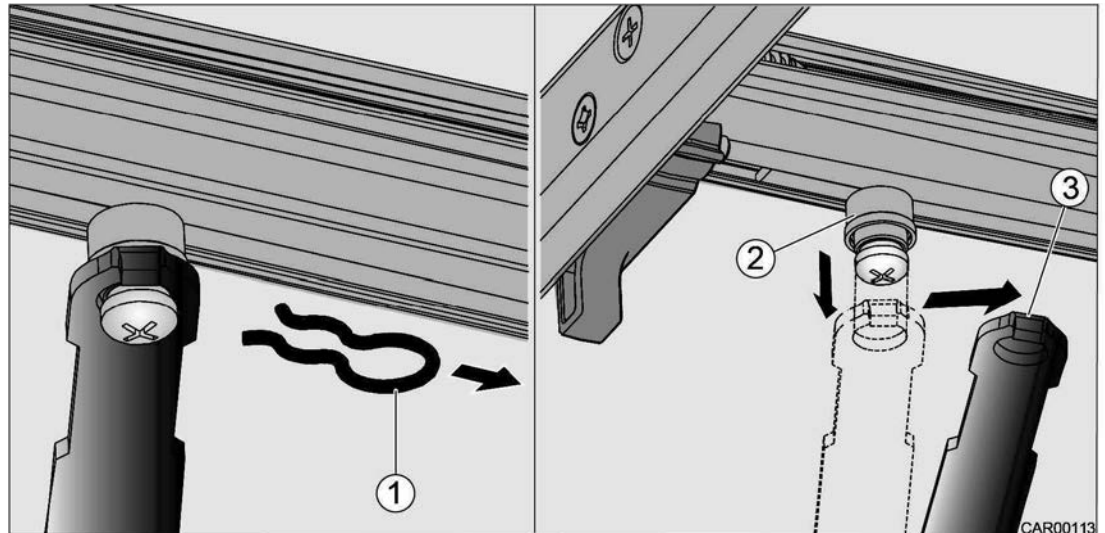

Fig. 15 Déverrouillage de secours du marche-pied
1. Retirer les deux goupilles fendues à ressort (Fig. 15/1) à la face inférieure du marche-pied.
2. Débloquer les deux barres d'entraînement (Fig. 15/3) des pivots de fixation (Fig. 15/2).